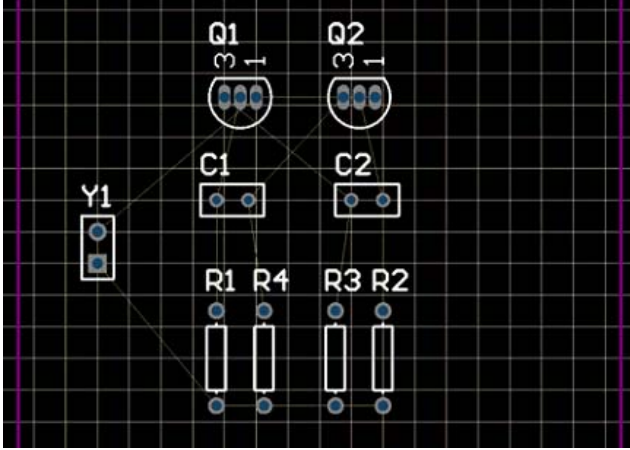

图6-23 元器件放置在板上
3. 向着板的左边放置封装（确保整个元器件保持在板的边界内），如图6-23。
5. 以图6-23为范例，重新摆放其余元器件。当用户拖动元器件的时候可用**空格键**进行必要的旋转（每次向逆时针方向转90°），使连接线如图6-5所示。不要忘记，当用户在摆放每一个元器件的时候要重新优化飞线。